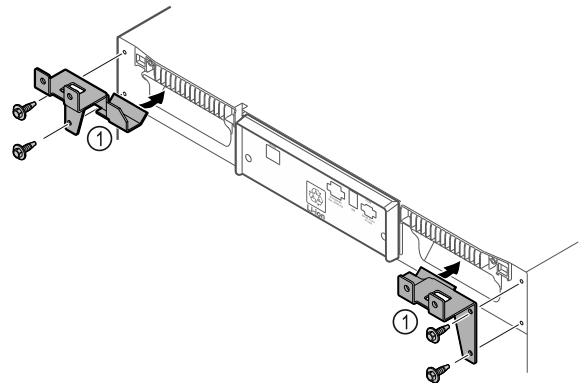

Fig. 10
- ▶ Τοποθετήστε τα στηρίγματα *Fig. 10 (1)* με τις βίδες στη συσκευή.